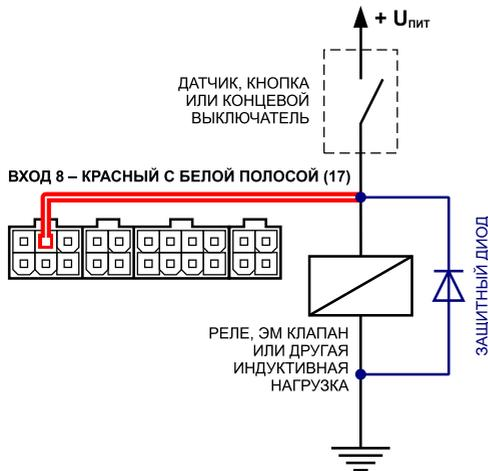

Рисунок 1.
1. **Защитный диод** (рис. 1) – устанавливается параллельно индуктивной нагрузке. При этом, прямой ток диода ( $I$  диода прямой) должен быть не менее  $1.5 \cdot I$  удержания катушки. Если ток удержания катушки неизвестен или есть сомнения, следует использовать схему включения с защитным реле.